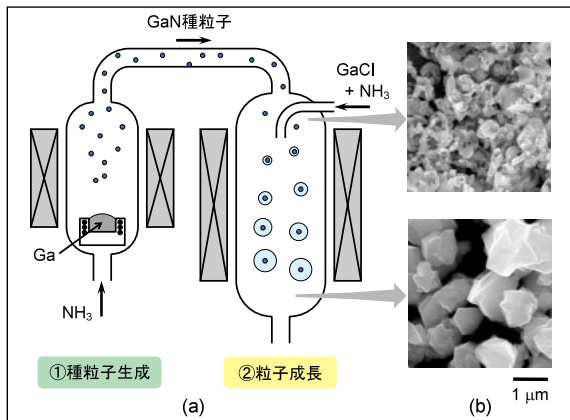
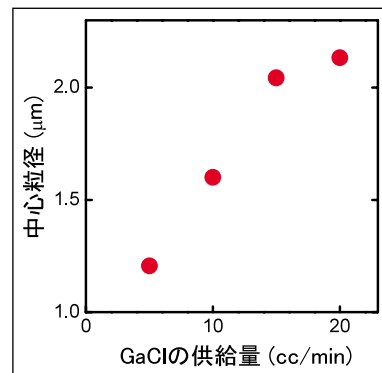

図1
図2
前項で述べたような応用のためには、量産に適し、かつ十分な特性制御が可能な粉体合成法の開発が求められます。私たちのグループは、GaN粉体の新しい合成法として、二段階気相法を独自に考案しました。図1(a)に、この方法による粒子形成の概念を示します。この手法は、粉体合成過程を微小な種結晶粒子生成とその後の粒子成長の2過程に分離し、それぞれの過程に適した2つの化学反応を、気流中で連続して進行させて目的の粒子を得ることを特徴とします。まず種粒子生成過程(①)では、1段目の反応炉において、蒸発させたGaとNH₃ガスの反応により、GaNの微結晶粒子を生成します。この粒子はガス流と共に2段目の反応炉へ送られます。粒子成長過程(②)では、過程①で生成したGaN微結晶粒子を種として、GaClガスとNH₃ガスの反応によりGaNを成長させます。反応温度は、両過程とも約1000℃です。
図1(b)に、種粒子(上)および粒子成長後の試料(下)の、走査型電子顕微鏡写真を示します。これらの粒子像を比べると、粒子成長後は明らかに粒子が大きくなっており、期待通りこの過程において粒子が成長していることがわかります。この粒子成長の様子をさらに詳しく調べるために、図2に、粒子成長過程においてGa原料として用いるGaClガスの供給量に対する粒子の大きさ(粒度分布の中心粒径)の変化をプロットしました。この図から、GaClの供給量を増すに従い粒子径が単調に増加していることがわかります。この結果は、原料ガスの供給量を変化させるだけで、粒子径を容易かつ精密に制御できると言い換えることができます。このような二段階気相法の特徴は、工業上とても重要なことです。